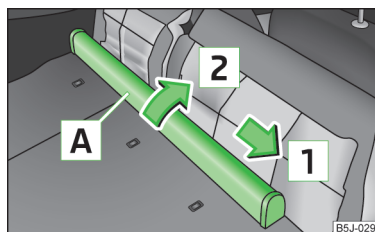

Fig. 55
- Poussez le boîtier du filet de séparation **A** » fig. 55 dans le sens de la flèche **1** et sortez-le du logement du dossier droit dans le sens de la flèche **2**.